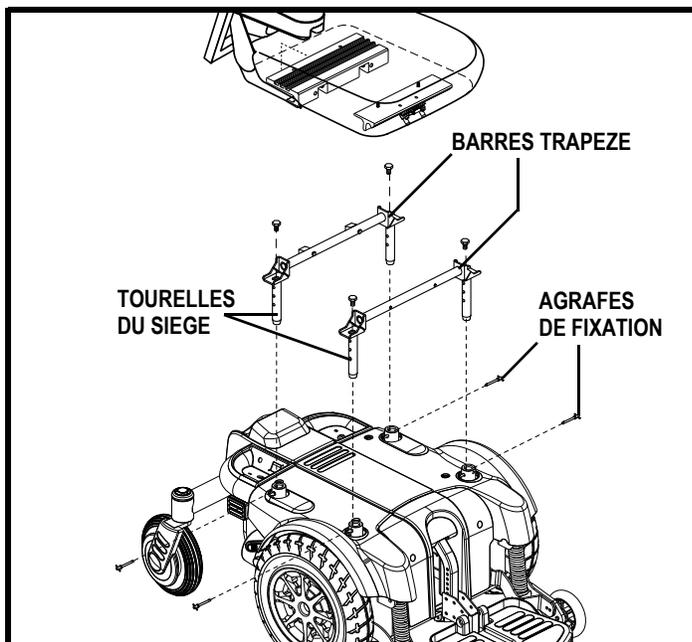

Figure 14. Réglage de la hauteur du siège
7. Retirez les agrafes de fixation des quatre tourelles de siège. Voir la figure 14.